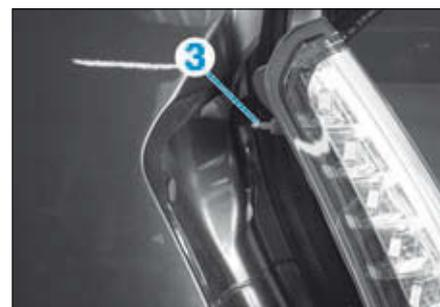

FIG.86
- Tirer le feu vers l'arrière pour l'extraire de l'agrafe (3) (Fig.86).